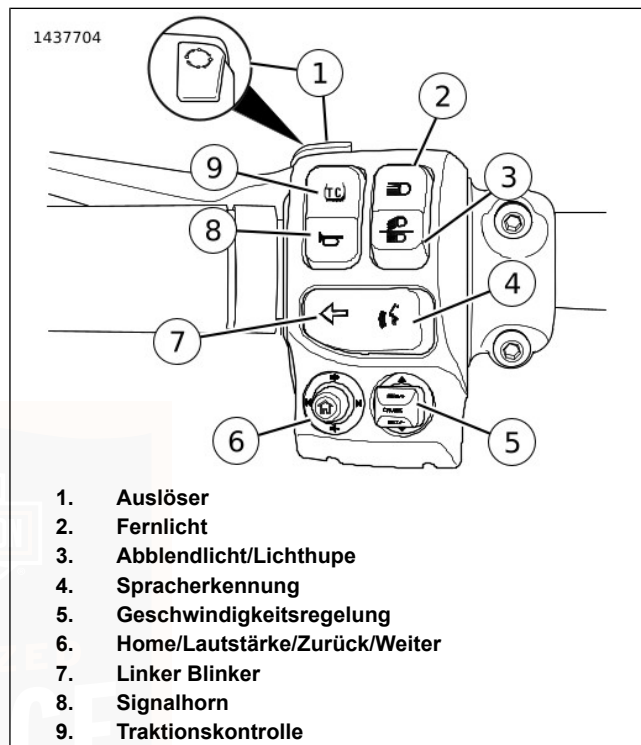

Abbildung 31. Linkes Schaltermodul (typisch)
Siehe Abbildung 31. **Fahrzeug aus:** Den Triggerschalter (1) drücken, um auf dem Kilometerzähler die Gesamtlauflistung anzuzeigen.
Siehe Abbildung 31. Den Fernlichtschalter (2) drücken, um das Fernlicht einzuschalten. Das Aufleuchten der blauen Kontrollleuchte für Scheinwerfer-Fernlicht zeigt an, dass das Fernlicht betätigt ist. Siehe Tabelle 27.
Abblendlicht: Siehe Abbildung 31. Den unteren Teil des Schalters (3) drücken, um das Abblendlicht einzuschalten.
Siehe Abbildung 31. Der Spracherkennungsschalter (4) aktiviert bei entsprechend ausgestatteten Fahrzeugen die Spracherkennungsfunktionen. Bei angeschlossener Sprechgarnitur den Sprachsteuerungsschalter drücken. Das Radio zeigt eine Liste der verfügbaren Befehle. Sprechen Sie den gewünschten Befehl in das Mikrofon der Sprechgarnitur. Siehe BOOM! BOX BEDIENUNGSANLEITUNG.
Siehe Abbildung 31. Der Schalter der Geschwindigkeitsregelung „CRUISE/SET/RESUME“ (5) regelt automatisch die Geschwindigkeit des Fahrzeugs. Siehe FUNKTIONSWEISE > GESCHWINDIGKEITSREGELUNG (Seite 120) bezüglich detaillierter Bedienungsanweisungen. Siehe Tabelle 27
Siehe Abbildung 31. Mit der Fünfwege-Taste HOME/LAUTSTÄRKE/ZURÜCK/WEITER (6) können bei entsprechend ausgestatteten Fahrzeugen Radiofunktionen bedient werden. Siehe BOOM! BOX BEDIENUNGSANLEITUNG.
Aktivieren: Siehe Abbildung 31. Den linken Blinkerschalter (7) drücken, um den linken Blinker zu aktivieren. Siehe Tabelle 27.
Siehe Abbildung 31. Das Signalhorn wird über den Signalhornschalter (8) betätigt. Das Signalhorn kann bis zu 10 Sekunden lang ertönen. Drückt man den Signalhornschalter länger, schaltet sich das Signalhorn automatisch ab. Siehe Tabelle 27.
Siehe Abbildung 31. Der Schalter für die Traktionskontrolle (9) aktiviert und deaktiviert das Traktionskontrollsystem. Siehe Tabelle 27.
Der Triggerschalter befindet sich vorn am linken Lenkerbedienungselement. Siehe Abbildung 31.